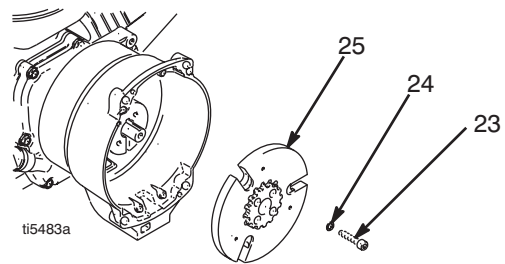

FIG. 7
8. FIG. 7. Utilice una llave de impacto o coloque una cuña entre el inducido (25) y el cárter del embrague (19) para sujetar el eje del motor durante el desmontaje.
9. Saque los cuatro tornillos (23) y las arandelas de seguridad (24).